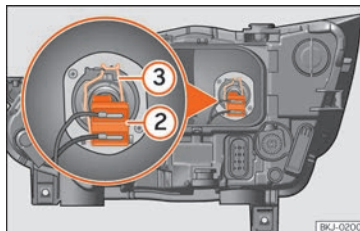

Abb. 103 Im Motorraum: Glühlampe Abblendlicht.
- Ziehen Sie den Stecker von der Lampe » **Abb. 103 2** ab.
- Nehmen Sie die Haltefeder » **Abb. 103 3** durch Eindrücken und Rechtsdrehung ab.